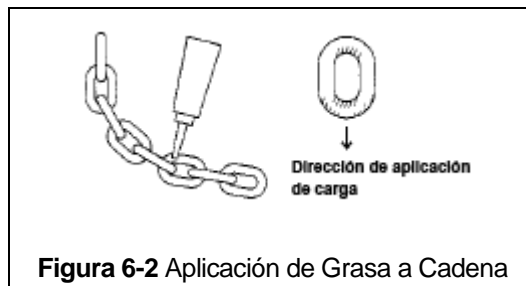

Figura 6-2 Aplicación de Grasa a Cadena
6.2.3 Aplique grasa lubricante Harrington (Parte No. ER1BS1951) o un equivalente a la grasa de litio general industrial, NLGI No. 0, a las superficies de apoyo de los eslabones de la cadena de carga como se indica en las áreas sombreadas en la Figura 6-2. Aplique también la grasa a las áreas de la cadena de carga (áreas sombreadas en la Figura 6-2) que están en contacto con la polea de carga. Asegúrese de que la grasa se aplique a las áreas de contacto en los bolsillos de la polea de carga.